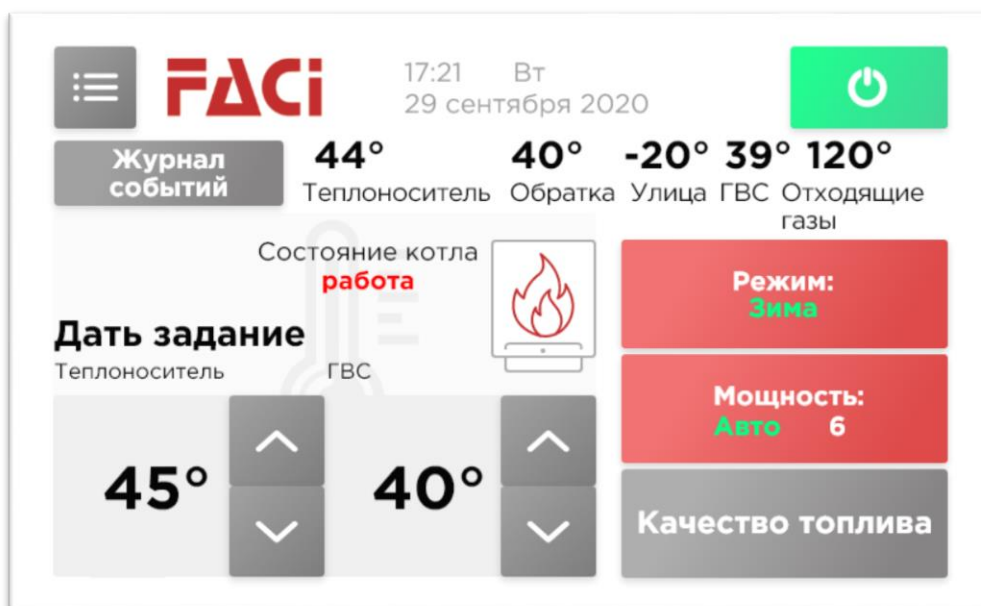

Рис. 33
- Иконка авария  – активна при возникновении аварийной ситуации; на рис. 33 не показана;